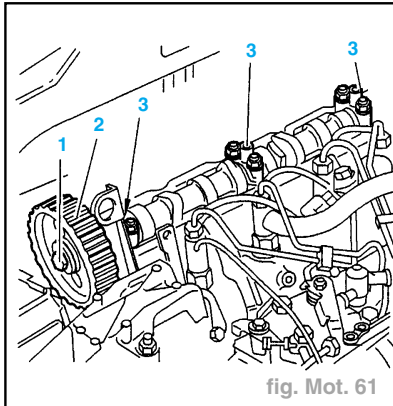

fig. Mot. 61
- Déposer (fig. Mot. 61) :
- la vis (1) : immobiliser la poulie d'arbre à cames (2) à l'aide de l'outil 6016-T.
- la poulie (2).